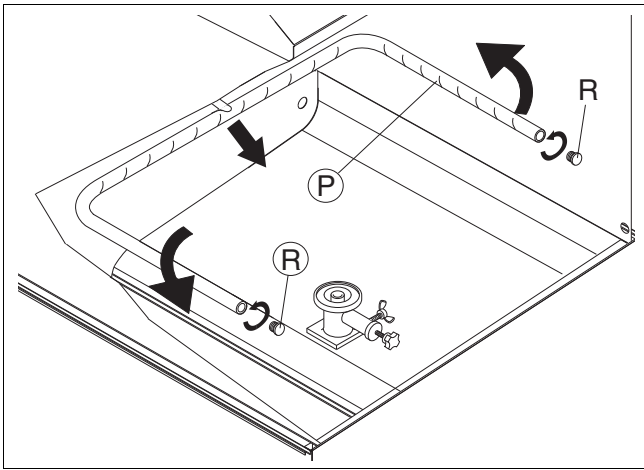

Figure 26 Démontage des bras de lavage fixes
- Extraire le jet "P" (Figure 26) après l'avoir tourné dans le sens des aiguilles d'une montre.
- Dévisser les bouchons "R" (Figure 26) des jets latéraux.